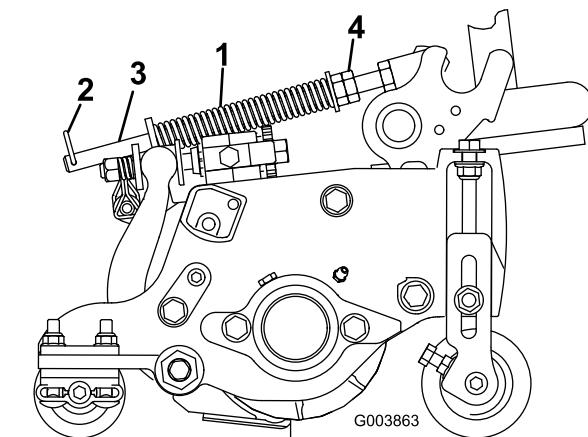

Figura 16
1. Asegúrese de que el pasador de horquilla está instalado en el taladro del extremo de la varilla (Figura 16).
2. Apriete las tuercas hexagonales del extremo delantero de la varilla del muelle hasta que la longitud comprimida del muelle sea de 15,9 cm (Figura 16).
**Nota:** Si es necesario retirar la unidad de corte de la máquina, mueva la chaveta al taladro delantero de la varilla del muelle (Figura 16). Asegúrese de mover la chaveta de nuevo al taladro trasero de la varilla del muelle después de reinstalar la unidad de corte en la máquina.